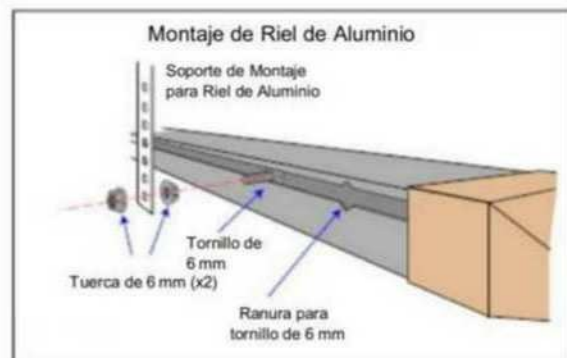

Fig.16
Paso 2. (Fig.16) Utilizando el Tornillo de Cabeza Hexagonal de 6 mm Suministrado. Deslicelos en cada Lado del Riel de Aluminio a través de los Recortes Provistos.